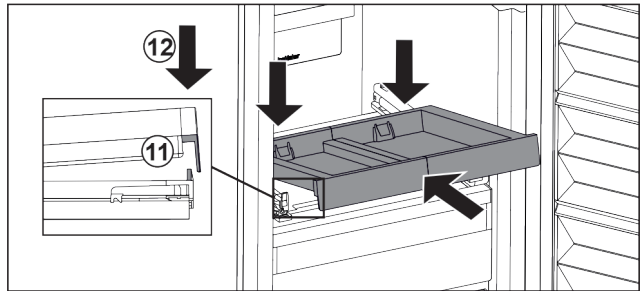

Fig. 37
- ▶ Schräg einschieben. Darauf achten, dass auf beiden Seiten der Anschlag hinter der Lasche ist. Fig. 37 (11)
- ▶ Auszugsbord vorne absetzen. Fig. 37 (12)